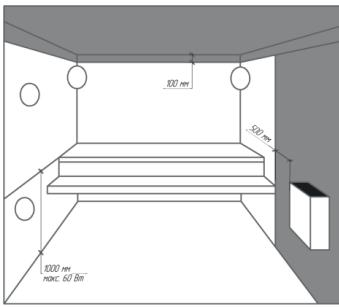

Рисунок 1
- 5.4. При установке светильников в помещениях с высокими температурами и повышенным уровнем влажности необходимо учитывать следующие ограничения по установочным зонам (см. рисунок 1.). Монтаж светильников должен выполнять квалифицированный специалист.